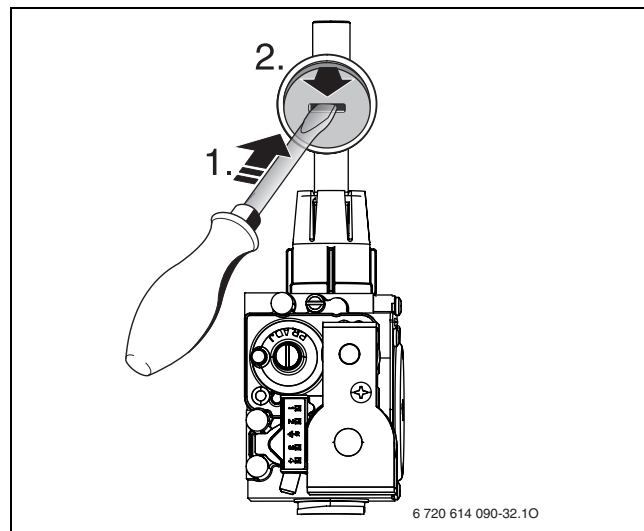

Fig. 40
- ▶ Togliere il sigillo presente sulla valvola di regolazione della portata gas (fig. 40).